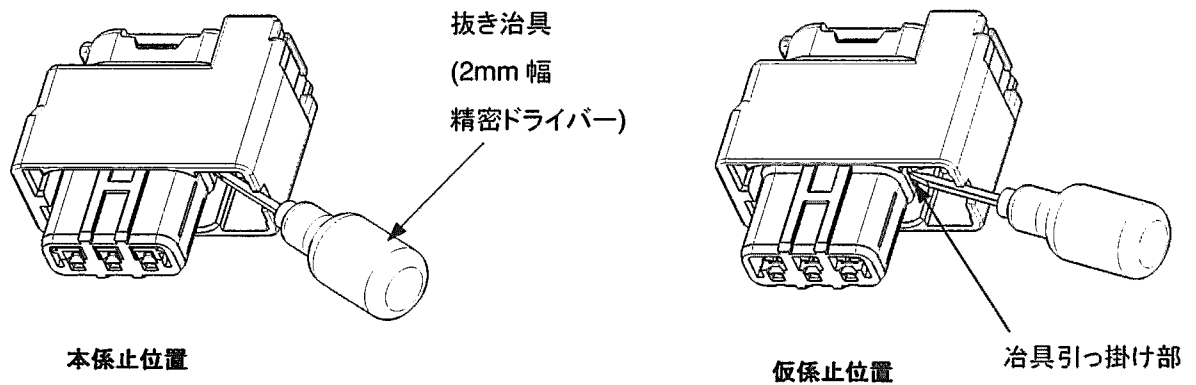

Fig.10
* 1) ドライバー先端をあて、押し上げるように係止を解除し、リテーナーをスライドさせて 仮係止位置に移動させる。(Fig.10)